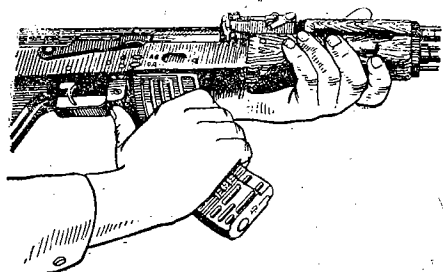

Рис. 3. Отделение магазина
1) **Отделить магазин.** Удерживая автомат левой рукой за шейку приклада или цевье, правой рукой обхватить магазин (рис. 3); нажимая большим пальцем на защелку, подать нижнюю часть магазина вперед и отделить его. После этого проверить, нет ли патрона в